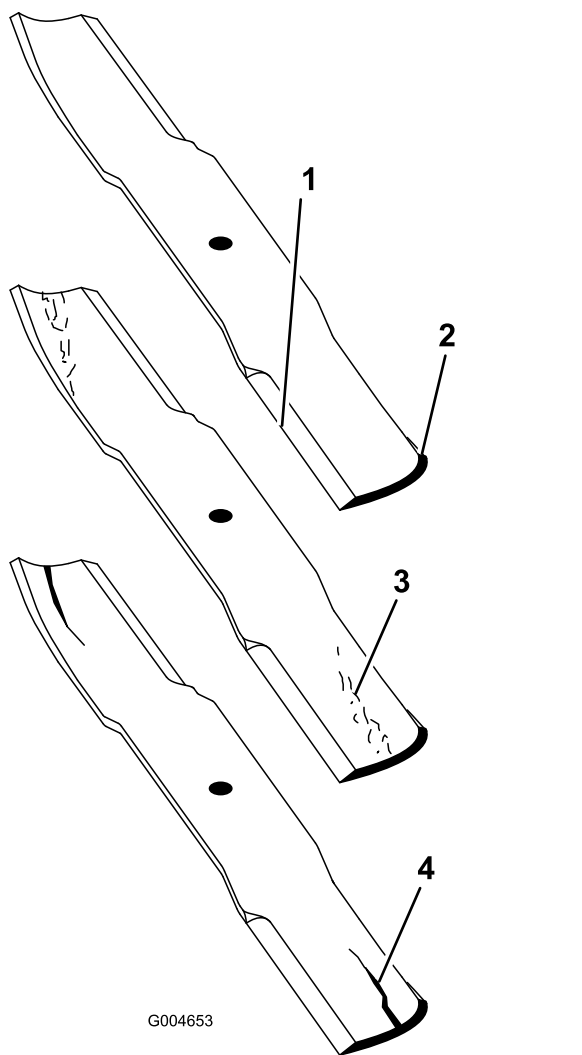

Figura 91
- Pečlivě zkontrolujte ostří žacích nožů, zejména v místech, kde se setkávají ploché a zakřivené části (Figura 91).
Nota: Jelikož písek a abrazivní materiál mohou obušovat kov spojující ploché a zakřivené části žacího nože, je nutné žací nůž před použitím sekačky kontrolovat. Je-li žací nůž opotřebený (Figura 91), vyměňte jej.